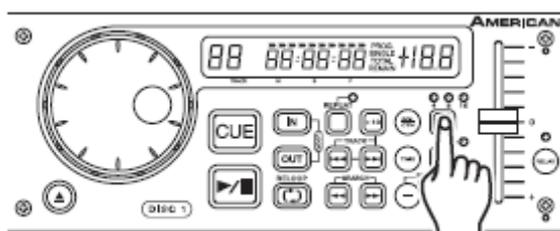

Figura 10
E' possibile scegliere in qualsiasi momento una percentuale di funzionamento del 'pitch'. Per cambiare la percentuale di funzionamento assicurarsi che la funzione 'pitch' sia stata attivata (vedere figura 10). La percentuale di 'pitch' può essere impostata a +/- 4%, +/- 8% e +/- 16%. La manipolazione possibile del 'pitch' sarà minima al 4% e massima al 16%. Per regolare i diversi valori premere il pulsante PITCH ON/OFF (13) e battere leggermente sul pulsante % (8) fino a raggiungere il valore desiderato. Il LED del pulsante % (8) si illumina in Giallo per indicare 4%, in Verde per 8% o in Rosso per 16%.